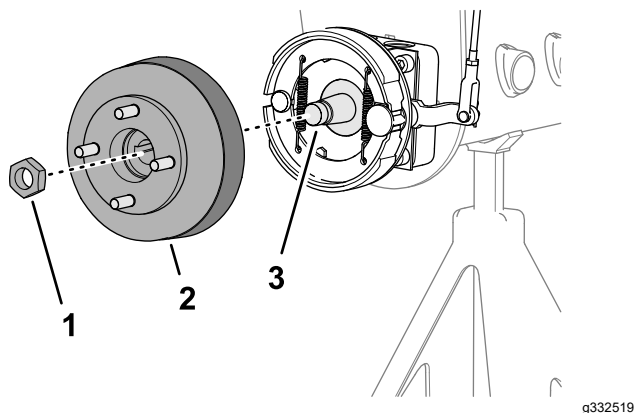
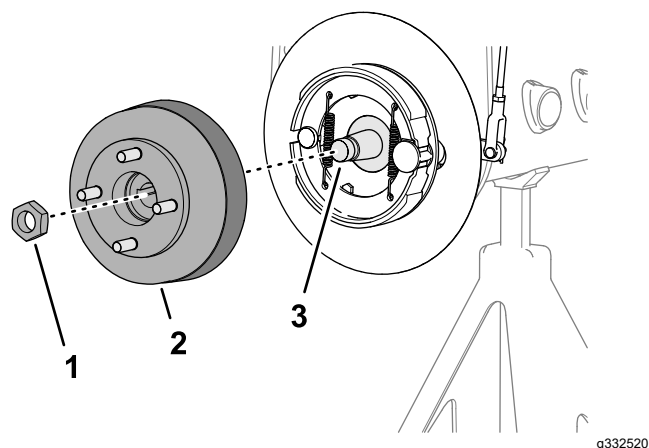

図 63
図 64
1. ハブをホイールモータのシャフトに固定しているロックナットを外す 図 63 または 図 64。
4. 所定のホイールハブ プラーを使用してホイールハブとブレーキドラムをホイールモータのシャフトから抜き取る 図 63 または 図 64。